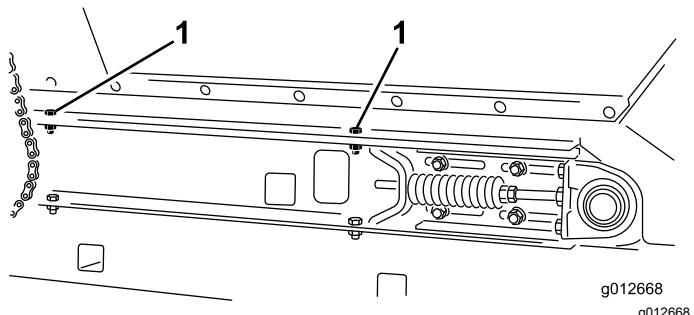

Рисунок 37
- С каждой стороны машины прикрепите бункер к балкам подвижной рамы (Рисунок 37) с помощью 2 болтов, 2 шайб и 2 контргаек, снятых при выполнении действий, описанных в разделе Снятие подвижной плиты (страница 26).